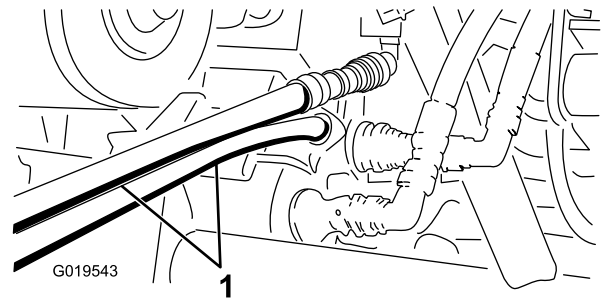

図 85
- 救援側のワークマンのカップラブラケットにまだついているカップラに、救援用ホースを接続する上のホースは上のカップラに、下のホースは下のカップラに接続する **図 85**。